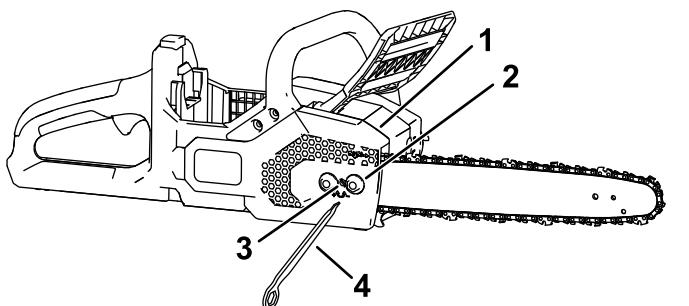

Figura 28
5. Utilizzando il multiutensile integrato, allentate i dadi prigionieri sul carter laterale, ma non rimuovetelo (Figura 28).
7. Utilizzando il multiutensile integrato, regolate la tensione della catena, quindi fissate il carter laterale alla motosega serrando i dadi prigionieri (Figura 28).
2. Rimuovete il carter laterale allentando i 2 dadi prigionieri che fissano il carter (Figura 28).
3. Allentate la catena girando la relativa vite di messa in tensione in senso antiorario (Figura 28).